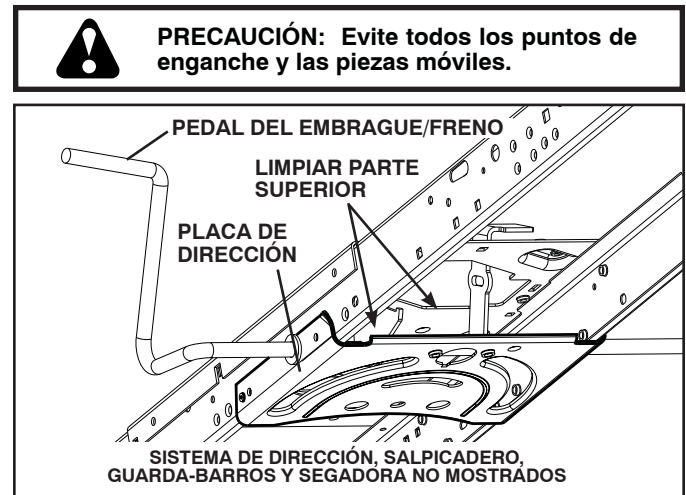

Fig. 33
- Limpie los desechos de la placa guía. Los desechos pueden limitar el movimiento del eje del pedal del freno/embrague, lo que hará que patine la correa y que se pierda la tracción. Vea Fig.33.